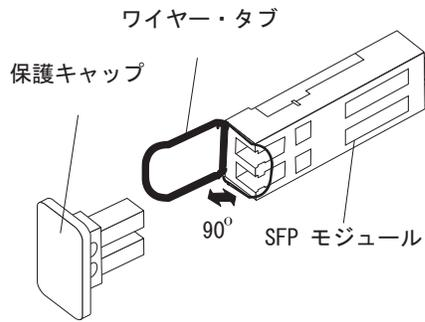

図 29. SFP モジュール・ラッチのアンロック - ワイヤー・タブの場合
- ワイヤー・タブが入っている SFP モジュールの場合は、62 ページの図 29 に示すように、ワイヤー・ラッチを外側に 90° 引いて SFP モジュールのラッチをアンロックします。